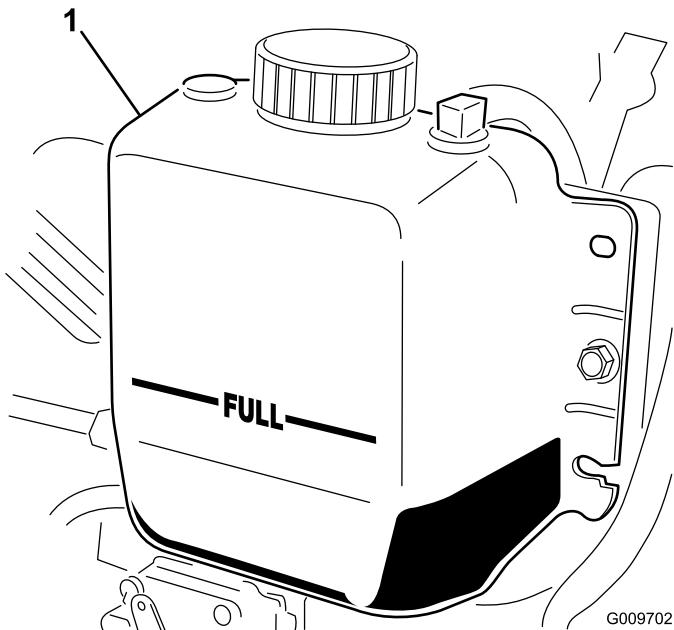

Figura 15
**Nota:** El radiador debe llenarse hasta la parte superior del cuello de llenado, y el depósito de expansión debe llenarse hasta la marca Lleno (Figura 15).